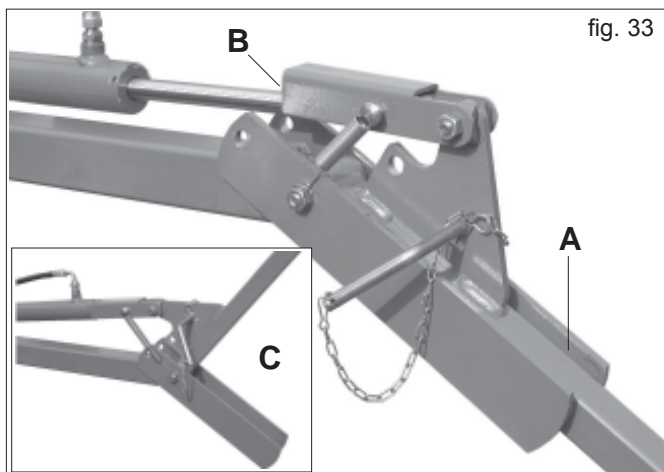

fig. 33
- 3) Die öldynamische Anlage einschalten, indem die Eggenarme an den Endanschlag gebracht werden (A, Abb. 33).
- 5) Sicherstellen, dass der Feststellbügel korrekt am Zylinderschaft positioniert wurde (B, Abb. 33).
Dieser letztere Eingriff erlaubt es, beim Umkehren am Kehrein oder bei allen anderen Manövern mit vom Boden abgehobener Maschine auch die Saatgutabdeckegege teilweise anzuheben (C, Abb. 33) und diese beim Absenken der Sämaschine korrekt zu positionieren.